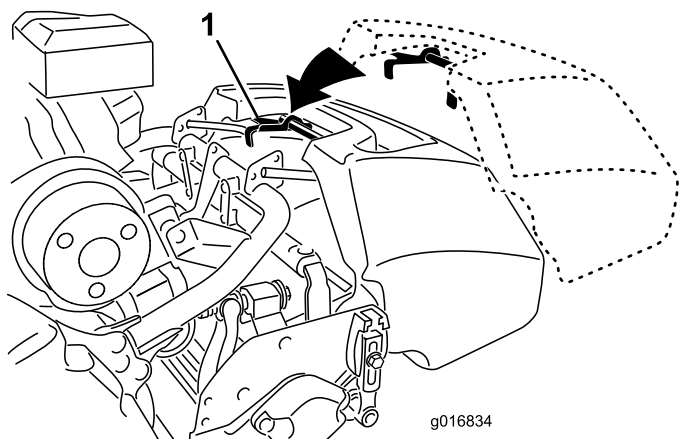

图9
1. 抓住集草斗的手柄(图9)。
2. 将集草斗凸缘放入滚刀组侧板之间，前滚筒之上（图9）。
3. 将集草斗钩安装到环形机架上（图9）。